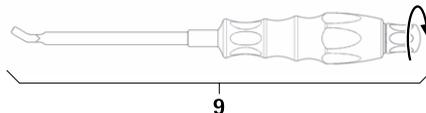

Fig. 14
- ▶ Montar o instrumento introdutor de barras **9**, ver Fig. 14.